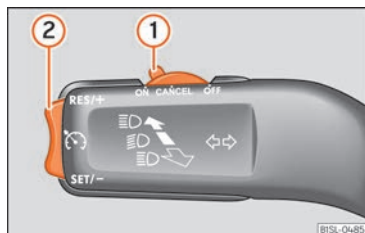

Fig. 35 Commutador i comandaments de maneig del GRA.
- Connectar el GRA: desplaçe el commutador » » **fig. 35 1** fins a **ON**. El sistema està encès. El sistema no regula perquè no s'ha programat cap velocitat.
- Activar el GRA: premeu el botó » » **fig. 35 2** a la zona **SET/-**. La velocitat actual es memoritza i regula.
- Desconnectar el GRA temporalment: desplaçe el commutador » » **fig. 35 1** fins a **CANCEL** o trepitgeu el fre. La regulació es desconnecta temporalment.
- Connectar el GRA de nou: premeu el botó » » **fig. 35 2 RES/+**. La velocitat memoritzada es guarda i regula una altra vegada.
- Desconnectar el GRA: desplaçe el commutador » » **fig. 35 1** a **OFF**. Es desconnecta el sistema i la velocitat memoritzada s'esborra.